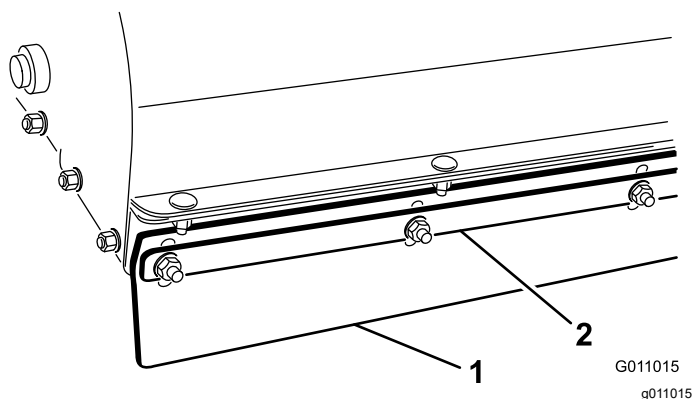

Figura 23
1. Solte as porcas que prendem a tira de metal e a aba dianteira à caixa da escova (Figura 23).